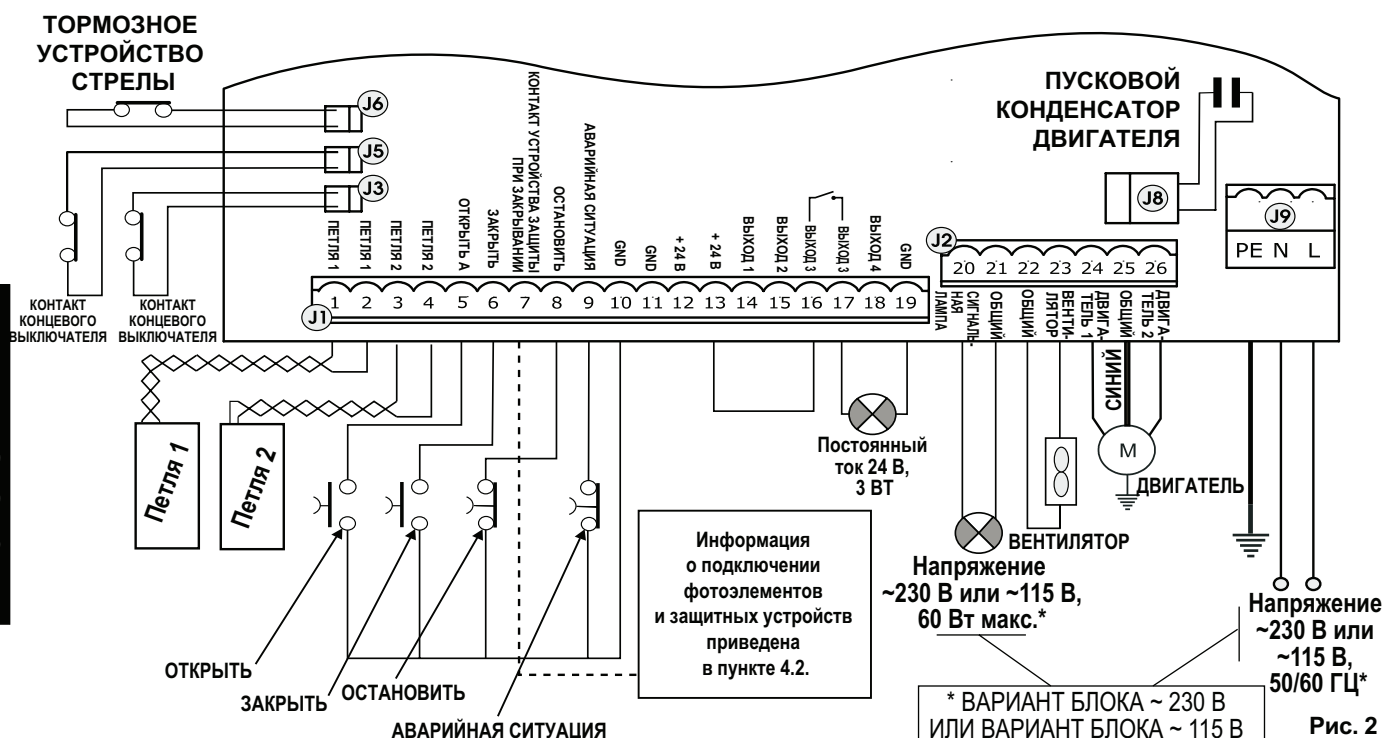

Рис. 2
- Подключите заземляющий кабель к контакту J9 разъема блока (см. Рис.2).
4.1. КЛЕММНАЯ КОЛОДКА J1 - АКСЕССУАРЫ (РИС. 2)
⚠ Чтобы не ставить под угрозу правильную работу системы, не превышайте мощности, указанные на Рис. 2.
4.4. КЛЕММНАЯ ПАНЕЛЬ J2 – ДВИГАТЕЛЬ, СИГНАЛЬНАЯ ЛАМПА И ВЕНТИЛЯТОР (РИС. 2)
4.5. РАЗЪЕМ J8 КОНДЕНСАТОРА ДВИГАТЕЛЯ (РИС. 2)
4.6. КЛЕММНАЯ ПАНЕЛЬ J9 – ИСТОЧНИКИ ПИТАНИЯ (РИС. 2)
4.7. БЫСТРОСЪЕМНЫЕ РАЗЪЕМЫ J3, J5 - ДЛЯ КОНЦЕВЫХ ВЫКЛЮЧАТЕЛЕЙ ОТКРЫВАНИЯ И ЗАКРЫВАНИЯ (РИС. 2)
4.8. РАЗЪЕМ J6 – ДАТЧИК ТОРМОЗНОГО УСТРОЙСТВА СТРЕЛЫ (РИС. 2)